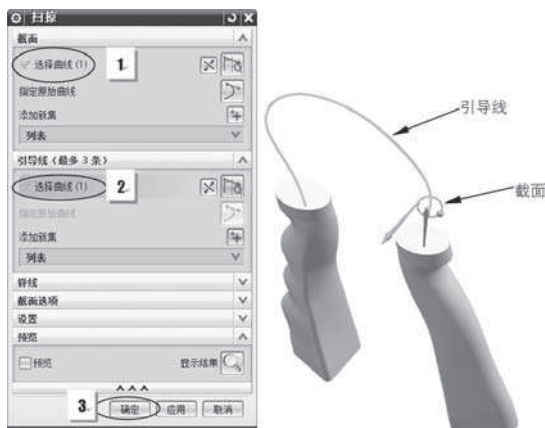

图3-10 扫掠曲面特征的创建
⑤ 在【曲面】选项卡的【曲面】组单击【扫掠】按钮, 打开【扫掠】对话框。
⑥ 按图 3-10 所示的步骤创建扫掠曲面特征。